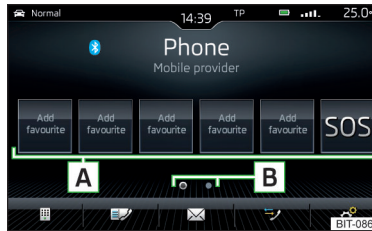

Abb. 195
- ▶ Im Hauptmenü *Telefon* die gewünschte freie Funktionsfläche **A** » Abb. 195 antippen.
- ▶ Zum **Wechsel der Speichergruppe** die Funktionsfläche **B** » Abb. 195 antippen.
- ▶ Zur **Wahl** die belegte Funktionsfläche **A** » Abb. 195 antippen.
- ▶ Im Hauptmenü *Telefon* die gewünschte belegte Funktionsfläche **A** » Abb. 195 halten.